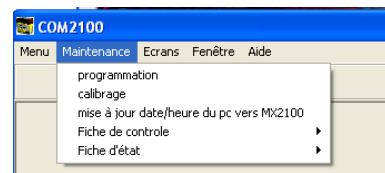

Figure 38 : le menu *Maintenance*
- Depuis le menu *Maintenance* (Figure 38), sélectionner *Programmation*.
- Depuis le menu *Maintenance*, (Figure 38), sélectionner le choix *Calibrage*.
- Depuis le menu *Maintenance*, (Figure 38), sélectionner le choix *Mise à jour date et heure du PC vers BM 25/25W*.
- Depuis le menu *Maintenance*, (Figure 38), sélectionner le choix *Fiche de contrôle*.
A partir du menu *Maintenance* (Figure 38), suivre la même procédure que celle décrite au paragraphe *Le menu Fiche de contrôle* (fichiers .etx).